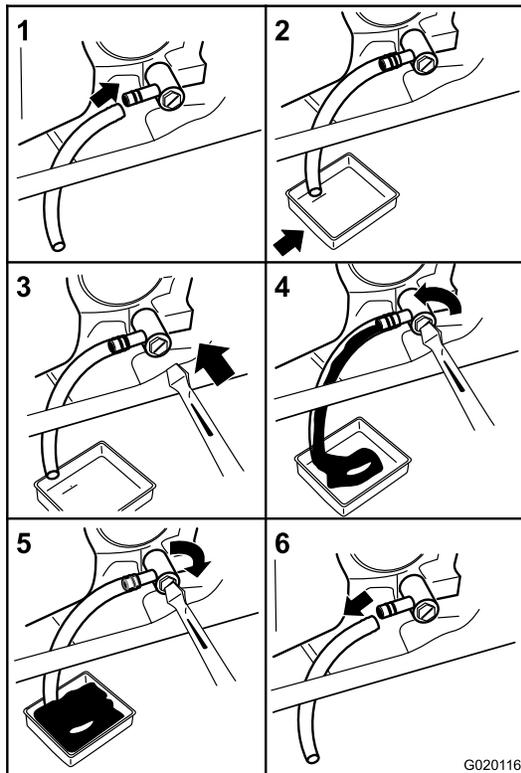

Figure 38
3. Avant de quitter la position de conduite, coupez le moteur, enlevez la clé de contact et attendez l'arrêt complet de toutes les pièces mobiles (Figure 38).